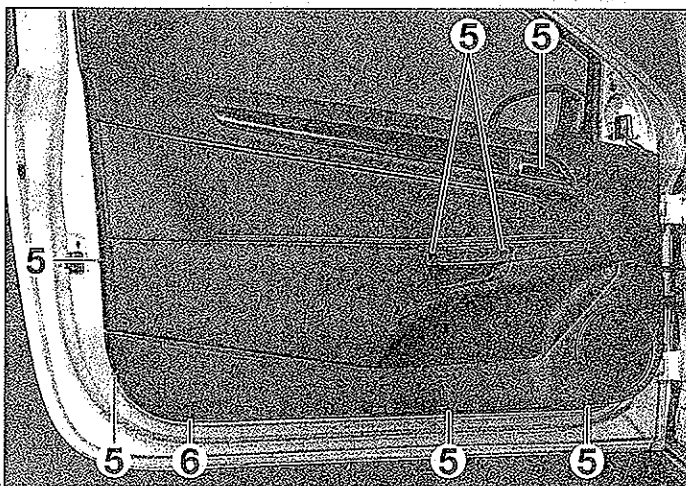

FIG. 48
- Desmontar los tornillos de fijación (5) del guarnecido interior de puerta (fig. 48).